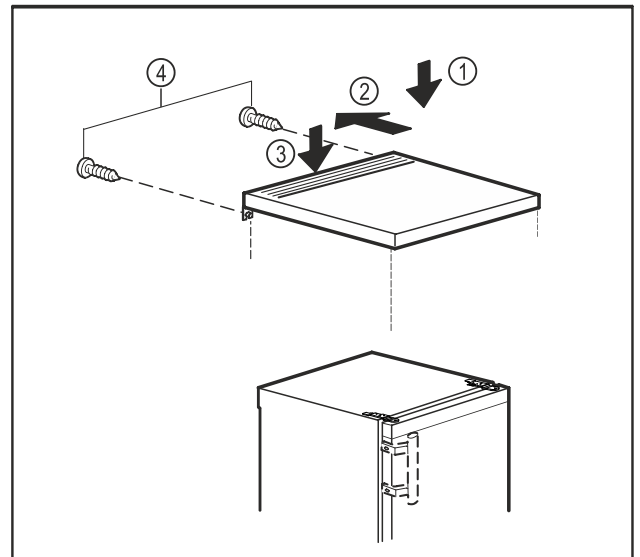

Fig. 10
- ▶ Tischplatte auf das Gerät legen. Fig. 10 (1)
- ▶ Tischplatte nach hinten schieben. Fig. 10 (2)
- ▶ Tischplatte hinten nach unten drücken. Fig. 10 (3)
- ▶ Schrauben an der Rückseite festschrauben. Fig. 10 (4)